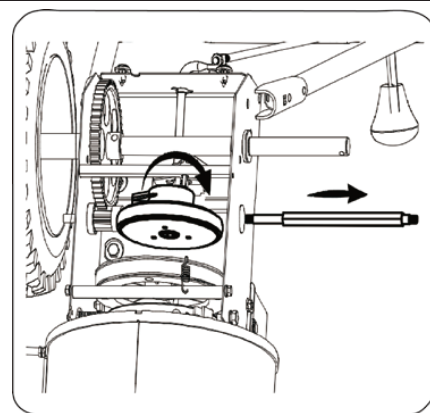

Figure 33
REMARQUE : Si vous remplacez l'ensemble de roue de friction dans son ensemble, jetez la pièce usée et faites glisser la nouvelle pièce sur l'arbre hexagonal. Suivez les étapes au-dessus de la roue de friction et en remplaçant uniquement l'anneau en caoutchouc, procédez comme suit. Voir la figure 33.
3. Nettoyer la zone autour du bouchon de vidange d'huile, voir Figure 33.